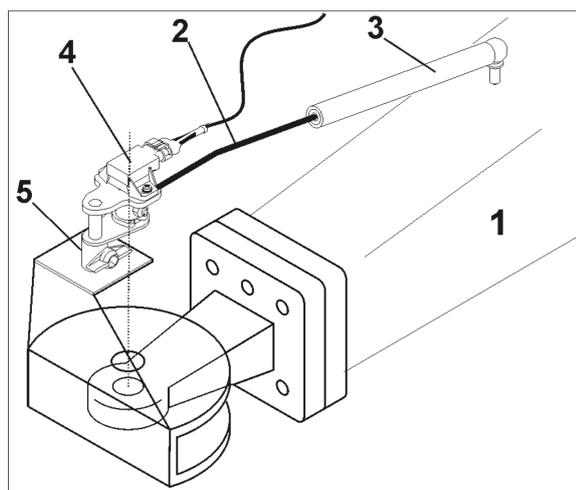

Fig. 42
El control de seguimiento AutoTrail para un seguimiento automático y prácticamente exacto de las trazas registra la posición angular de la lanza (Fig. 42/1) respecto a dirección de marcha del tractor.
1. Insertar la varilla angular (Fig. 42/2) en el manguito (Fig. 42/3) stecken.
2. Insertar el sensor del ángulo de giro (Fig. 42/4) en el alojamiento (Fig. 42/5).